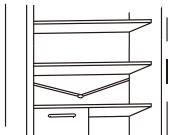

Fig.12
* Houd de afvoerleiding (fig. 12) schoon in het koelgedeelte en hou het vrij van water.